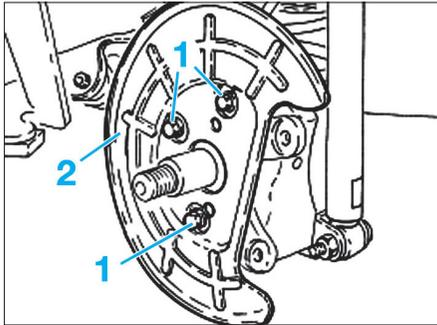

Fig. 30
- les vis de fixation (1) (Fig.30),
- la protection (2) du disque de frein,